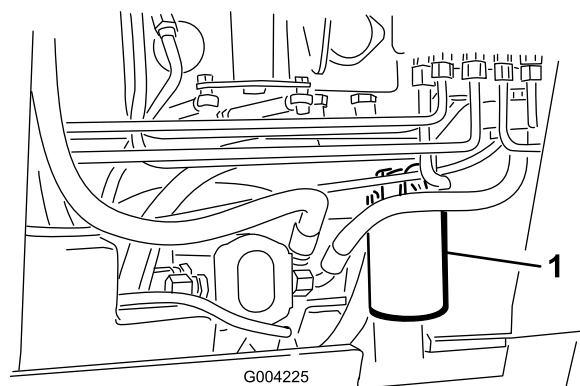

Рисунок 61
4. Поместите под крышку сливной поддон (Рисунок 61).
5. Снимите старый фильтр (Рисунок 61) и на чисто протрите поверхность прокладки переходника фильтра.
7. Установите новый фильтр гидравлической системы в переходник фильтра (Рисунок 61). Поверните фильтр гидравлической системы по часовой стрелке так, чтобы резиновая прокладка соприкоснулась с переходником фильтра, после этого затяните фильтр, повернув его еще на 3/4 оборота.